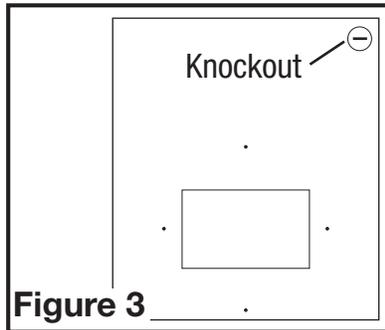

Figure 3
6. Install the included plastic bushing into the knockout hole to protect the wires (**Figure 3**).
7. Feed the heating unit's electrical connector through the knockout hole and connect to the 3 pin connector from the control inside the main unit (**Figure 3**).
4. Retirez la débouchure électrique sur l'avant de l'unité principale à l'aide d'un tournevis à lame droite (**Figure 3**).